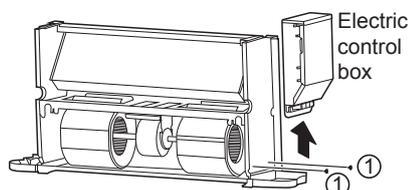

Figura 4-7 Desmontaje de la caja de control eléctrico
- Como se muestra en la Figura 4-7, quite los tornillos ① *2 para desmontar la caja de control eléctrico.